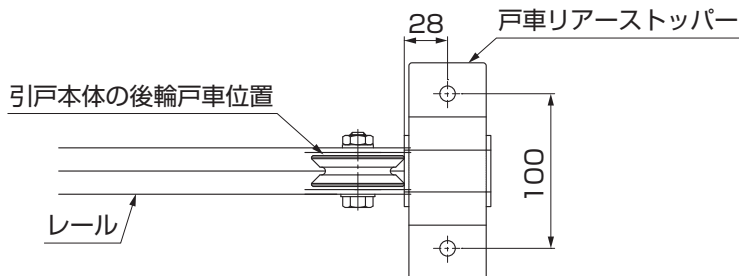

図9-3
③引戸本体を開けた状態で引戸本体の戸車の後輪の位置にあわせて戸車リアストッパーを位置合わせしてください。(図9-3参照)